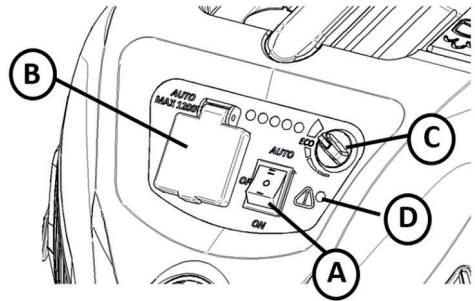

Рисунок 10
Если пылесос оснащен полуавтоматической системой очистки фильтра, фильтр можно очистить, закрыв доступ воздуха (заткнув трубку-держатель (A)). Перед этим переключите обороты двигателя на максимальную мощность, если в Вашей модели предусмотрена регулировка мощности (C на рис. 10).